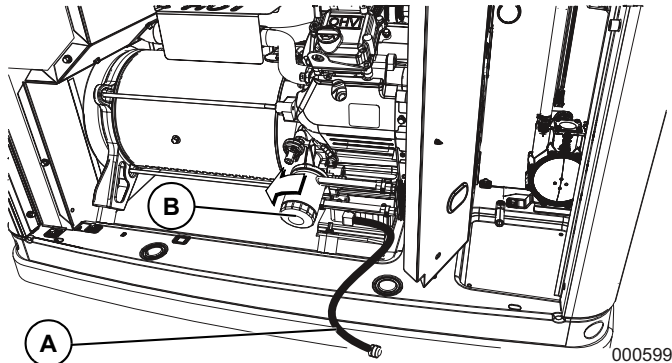

Figura 4-2. Ubicación del filtro y el vaciado de aceite
2. Pocos minutos después de que el motor se APAGUE, cuando se haya enfriado levemente, levante la tapa y retire el panel delantero. Tire de la manguera de vaciado de aceite para sacarla de su pinza retenedora. Vea A en la Figura 4-2. Retire la tapa de la manguera y vacíe el aceite en un recipiente adecuado.
4. Vaciado el aceite, retire el filtro de aceite antiguo girándolo en sentido antihorario. Para la ubicación del filtro, vea B en la Figura 4-2.